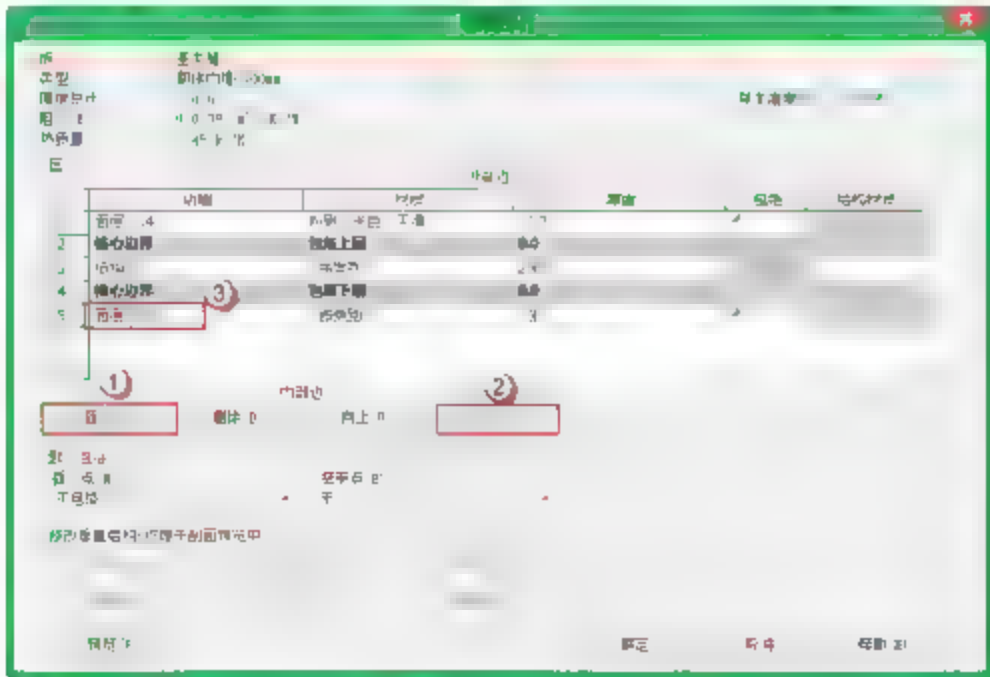
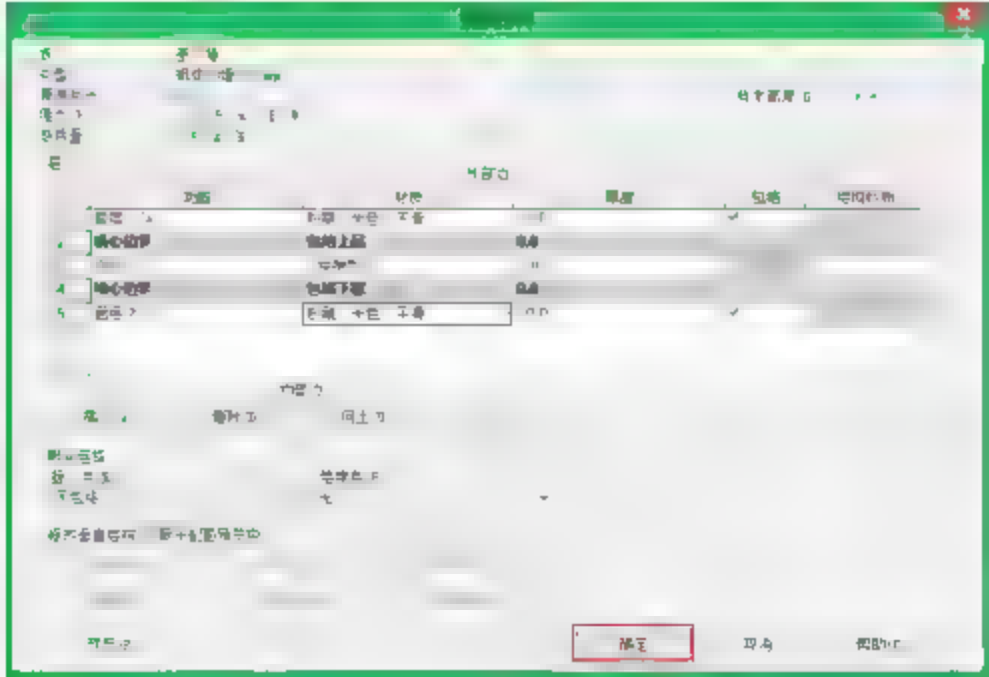

图 10.2.4 添加“面层 2 [5]”功能
图 10.2.5 结构编辑完成
(4) 编辑“面层 1 [4]”材质。在“编辑部件”对话框中单击“面层 1 [4]”对应的“材质”单元格右上角的“浏览”按钮，在弹出的“材质浏览器”对话框中，选择“AEC 材质”→“其他”→“粉刷，米色，平滑”选项，将其填充图案改为“松散-砂浆/粉刷”，单击“确定”按钮返回“编辑部件”对话框。此步骤同“一层红色砌体外墙-300mm”族类型设定步骤相同。然后在“编辑部件”对话框中将其对应的厚度改为“10mm”。
(5) 添加“面层 2 [5]”功能。在“编辑部件”对话框中选择“结构[1]”，单击“插入”→“向下”按钮，在“功能”参数下将“结构[1]”改为“面层 2 [5]”，如图 10.2.4 所示。
(6) 编辑“面层 2 [5]”材质。在“编辑部件”对话框中单击“面层 2 [5]”对应的“材质”单元格右上角的“浏览”按钮，在弹出的“材质浏览器”对话框中，选择“AEC 材质”→“其他”→“粉刷，米色，平滑”选项，将其填充图案改为“松散-砂浆/粉刷”，单击“确定”按钮返回“编辑部件”对话框。然后在“编辑部件”对话框中将其对应的厚度改为“10mm”。
(7) 编辑“结构[1]”材质。在“编辑部件”对话框中单击“结构[1]”对应的“材质”单元格右上角的“浏览”按钮，在弹出的“材质浏览器”对话框中，选择“AEC 材质”→“砖石”→“混凝土砌块”选项，将其填充图案改为“砌体-加气砼”。单击“确定”按钮返回“编辑部件”对话框。然后将其对应的厚度改为“200mm”。最后单击“确定”按钮返回“类型属性”对话框，如图 10.2.5 所示。